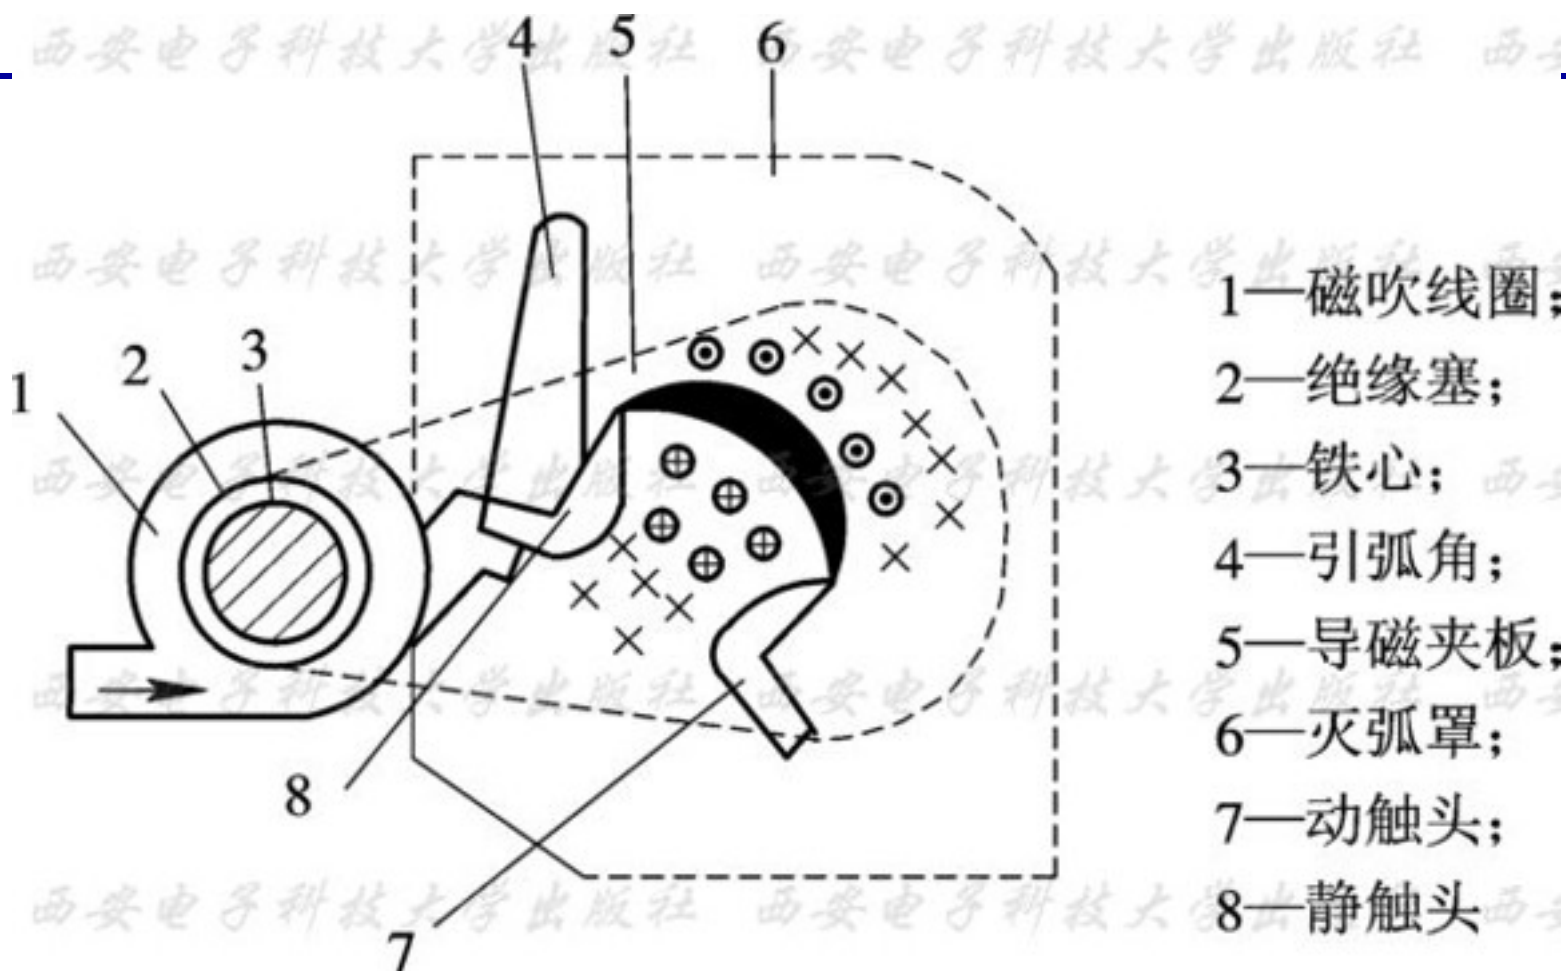

图1-6 磁吹灭弧示意图
3. 磁吹灭弧的原理如图1-6所示。在触头电路中串入一种磁吹线圈，该线圈产生的磁通经过导磁夹板引向触头周围。在弧柱下方，两个磁通是相加的，而在弧柱上方是彼此相减的，所以，在下强上弱的磁场作用下，电弧被拉长并吹入灭弧罩中。引弧角与静触头相连接，其作用是引导电弧向上运动，将热量传递给罩壁，使电弧冷却熄灭。